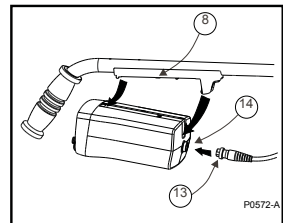

Figura 5 - Montaje de la caja de control en el eje
- a) Coloque la caja de control de forma que quede (1) alineada con el borde de ataque del clip de montaje (8). Presione hacia arriba la sección delantera de la caja de control hasta que se oiga un clic, indicando que está segura en su sitio (figura 5).
- b) Introduzca la abrazadera de plástico negra de la caja de control (8).
- d) Enganche la caja de control en la abrazadera de montaje posterior (figura 5).
- f) Conecte el conector del plato (13) en la conexión (14) en la parte posterior de la caja de control.